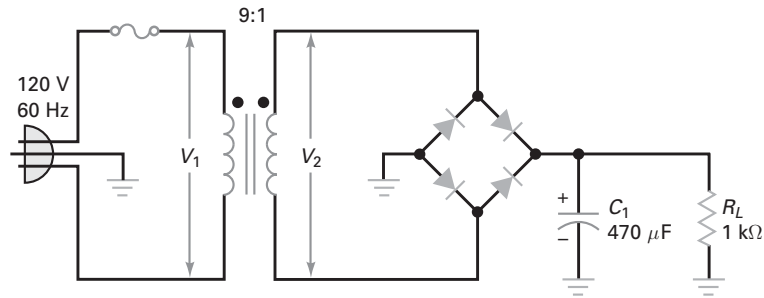

Figura 4-41
- 4-21** Qual é a tensão CC na saída e a ondulação na Figura 4-41? E a ondulação? Faça o esboço da forma de onda na saída.
- 4-22** Se a tensão da rede diminuir para 105 V na Figura 4-41, qual é a tensão CC na saída?
- 4-23** Qual é o valor da PIV na Figura 4-41?
- 4-24** Se a relação de espiras mudar para 3:1, na Figura 4-41, qual é a tensão de pico inversa?
- 4-25** Um transformador F-25X substitui o transformador da Figura 4-41. Qual é o valor aproximado da tensão de pico no enrolamento secundário? E a tensão CC aproximada na saída? O transformador está funcionando na sua faixa de corrente de saída? A tensão CC na saída será maior ou menor que a normal?
- 4-26** Qual é o valor da corrente no primário na Figura 4-41?
- 4-28** Qual é a corrente média que circula em cada diodo na Figura 4-41?
- 4-29** Se o capacitor de filtro na Figura 4-41 estiver aberto, qual é o valor da tensão CC na saída?
- 4-30** Se apenas um diodo na Figura 4-41 estiver aberto, qual é o valor da tensão CC na saída?
- 4-31** Se alguém montar o circuito da Figura 4-41 com um capacitor eletrolítico invertido, que tipo de problema é possível acontecer?
- 4-32** Se a resistência de carga na Figura 4-41 abrir, que mudança ocorrerá na tensão CC de saída?
- 4-44** Se um dos diodos na Figura 4-41 entrar em curto, qual será o resultado provável?